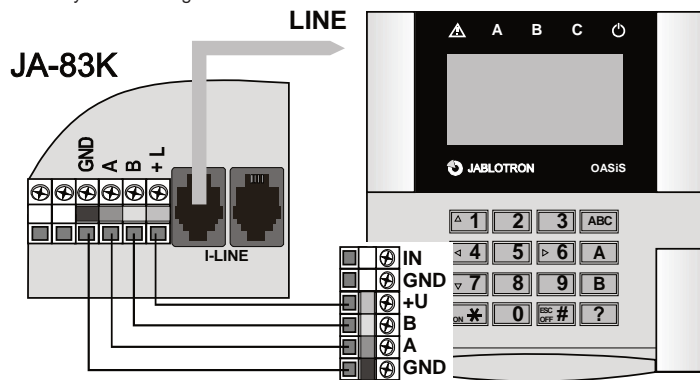

Abb. 1 Verbindung der Tastatur mit der Zentrale
- Bei der Anbringung der Tastatur an die gewünschte Stelle jeweils ein Kabel mit verdrehten Paaren verwenden (+U GND und A B, Länge max. 100m). Es werden die gleichen Busklemmen gegenseitig (GND, A, B, +U) in der Zentrale und in der Tastatur verbunden (Abb. 1),